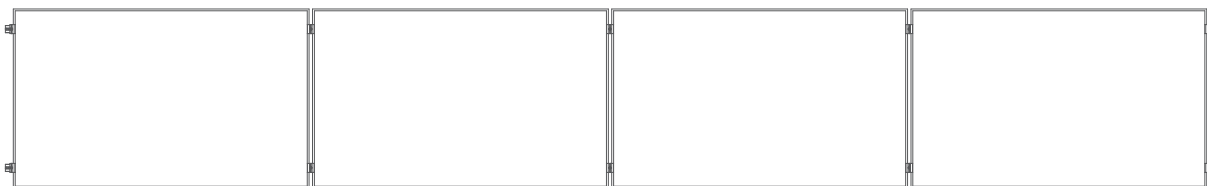
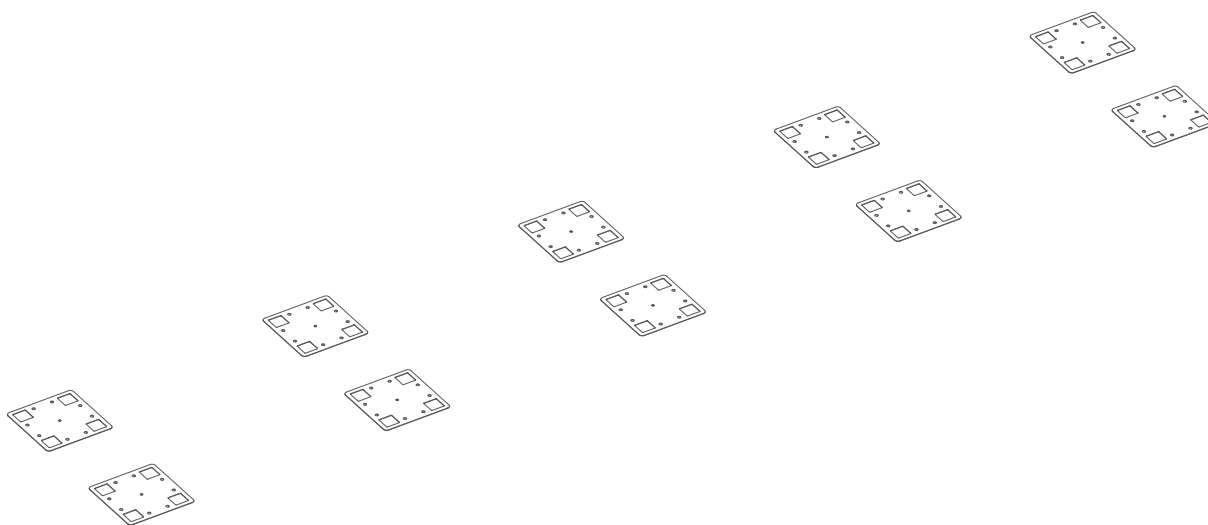

Abb. 1: Plan zur Anordnung der Module.
Abb. 2: Anordnung der Befestigungselemente.
- 1 Vor Beginn der Montage sollten der Plan zur Anordnung der Module (Abb. 1) und die Befestigungselemente (Abb. 2) festgelegt werden. Die Art der Befestigung der Montagestruktur auf der Dachfläche hängt von ihrer Art ab und wird individuell ausgewählt.